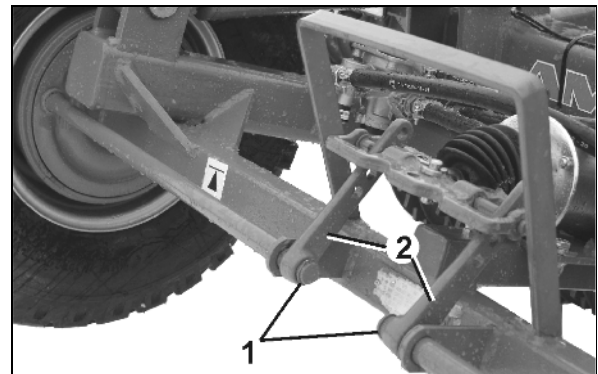

Fig. 37
1. Træk tømmeventilen (Fig. 37/1) til siden ved hjælp af ringen, indtil der ikke kommer mere vand ud af luftbeholderen.